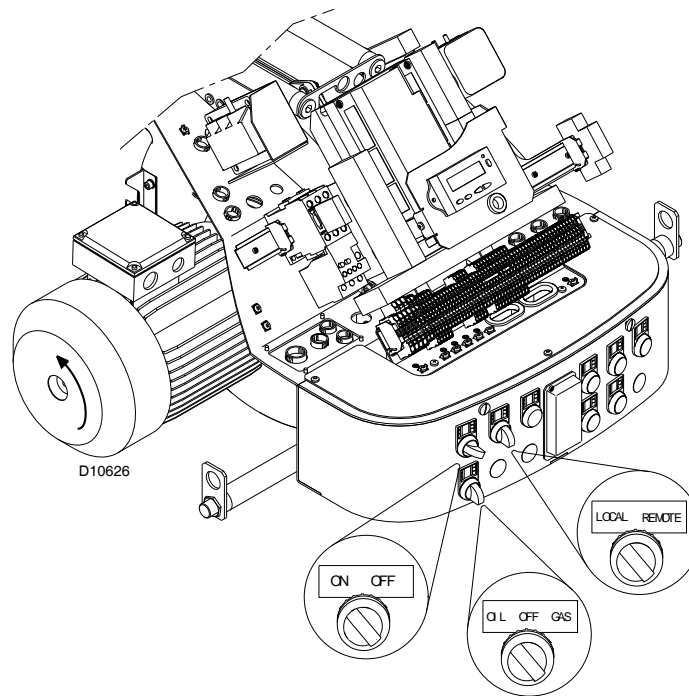

Fig. 40
Coloque el interruptor en la posición “ENCENDIDO” (Fig. 40) y luego gírelo hasta que llegue a la posición “LOCAL”, luego colóquelo en “ACEITE” para el funcionamiento con aceite y “GAS” para el funcionamiento con gas.
Cuando se enciende el quemador, verifique la dirección de rotación del motor, como se indica en Fig. 40. Tan pronto como el quemador se encienda, ubíquese frente al ventilador de enfriamiento del motor ventilador y controle que esté girando en el sentido contrario a las agujas del reloj.
- coloque el interruptor de Fig. 40 en la posición “OFF” y espere a que la caja de control lleve a cabo la fase de apagado;